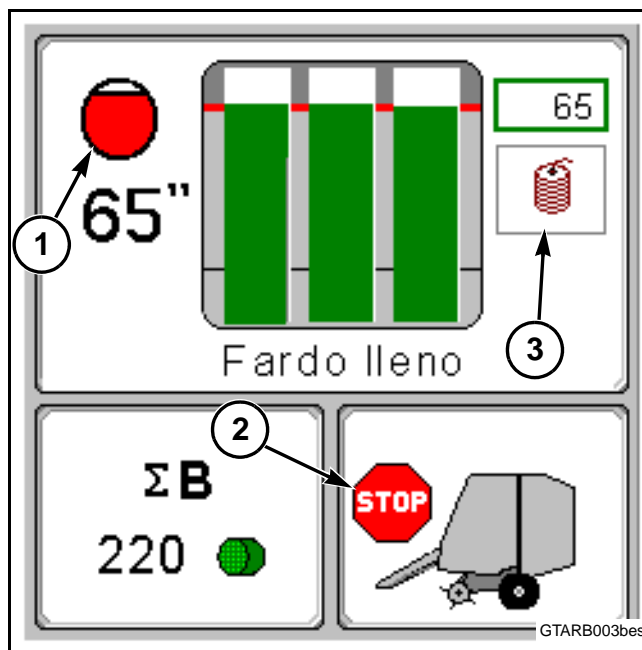

FIG. 71
FIG. 71: Cuando el fardo alcanza el diámetro seleccionado, suena una alarma, y se encienden el icono de fardo completo (1) y el icono de detención (2). Detenga el desplazamiento hacia adelante de la enfardadora.